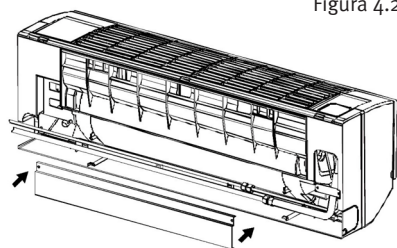

Figura 4.3
- 1 Posicione os dois parafusos entre o suporte do tubo e a unidade. Depois, posicione o suporte do tubo (Figura 4.3).